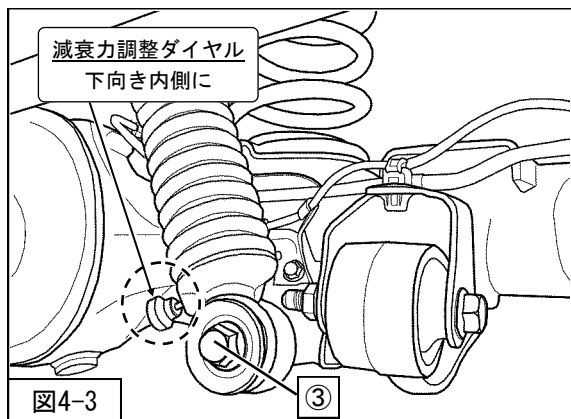

図4-3
3. ③リアショックアブソーバASSYロア取付ボルト・ナットを仮締めして、リアショックアブソーバASSYを車両に取付けてください。(図4-3)
6. ③リアショックアブソーバASSYロア取付ボルト・ナット (締付トルク : 45N・m) ②リアショックアブソーバASSYアッパー取付ボルト (締付トルク : 70N・m) を本締めしてください。(図4-3・4-4)